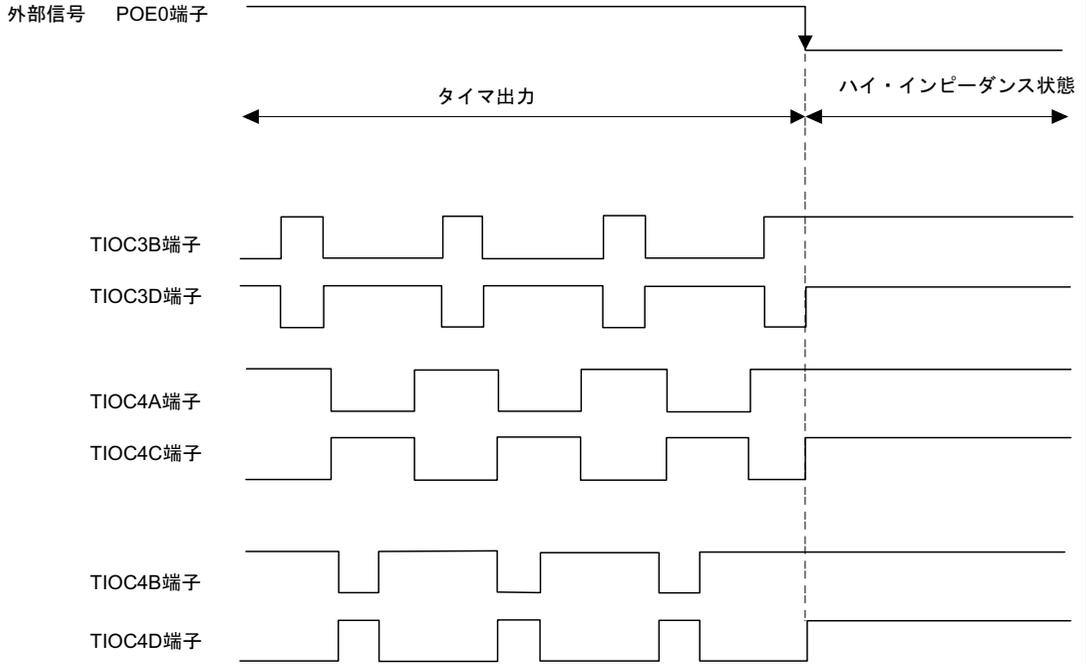

図 2.28 外部トリガによる波形の遮断例
(1) 図2.28に示すように、外部信号の立ち下がりエッジに同期してタイマの出力波形をハイ・インピーダンス状態とすることで波形の遮断を行います。